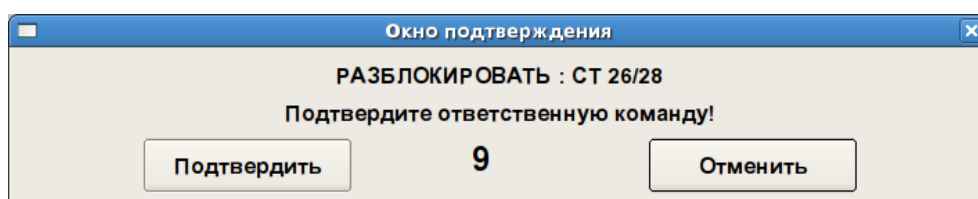

Рисунок 2.3.2
2.3.10 Некоторые команды в системе являются ответственными. Такие команды требуют подтверждения от ДСП аналогично пломбируемым кнопкам на пульте-табло ЭЦ. Подтверждение выполняется посылкой специальной команды подтверждения ответственных команд. После задания ответственной команды на АРМ ДСП появляется окно запроса подтверждения ответственных команд (рисунок 2.3.2). В этом окне приводится исходная команда, дана ее расшифровка, две кнопки на выбор – «Подтвердить» или «Отменить», отображение оставшегося времени на выполнение команды. При нажатии кнопки «Подтвердить» соответствующая команда выполняется. При нажатии кнопки «Отменить» соответствующая ответственная команда выполнена не будет. Если в течение 10 секунд не будет нажата ни одна кнопка, то ответственная команда выполнена не будет.